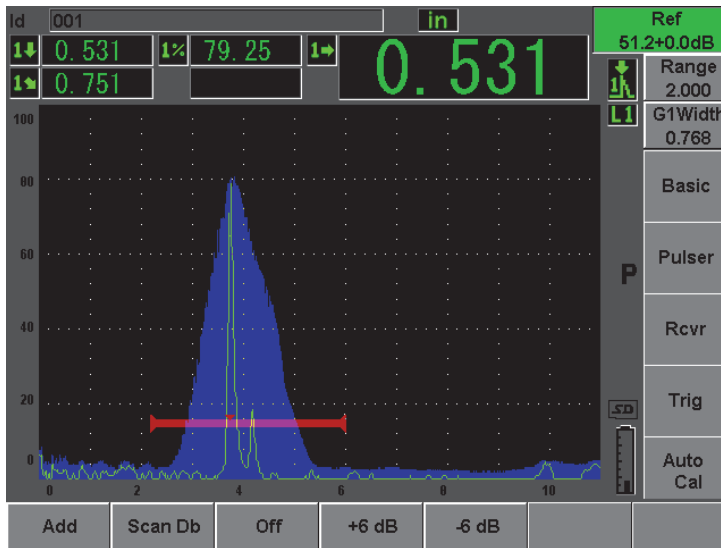

Figure 10-25 Réglage du gain de référence
5. Utilisez les paramètres **Add** (Ajouter), **Scan Db** (dB bal.), **+6 dB**, **-6 dB** et **Off** (Désact.) pour régler le gain de balayage lorsque le gain de référence (**Ref**) est activé (voir la Figure 10-25 à la page 190). Pour plus d'information sur ces fonctions, voir la section 6.3 à la page 117.